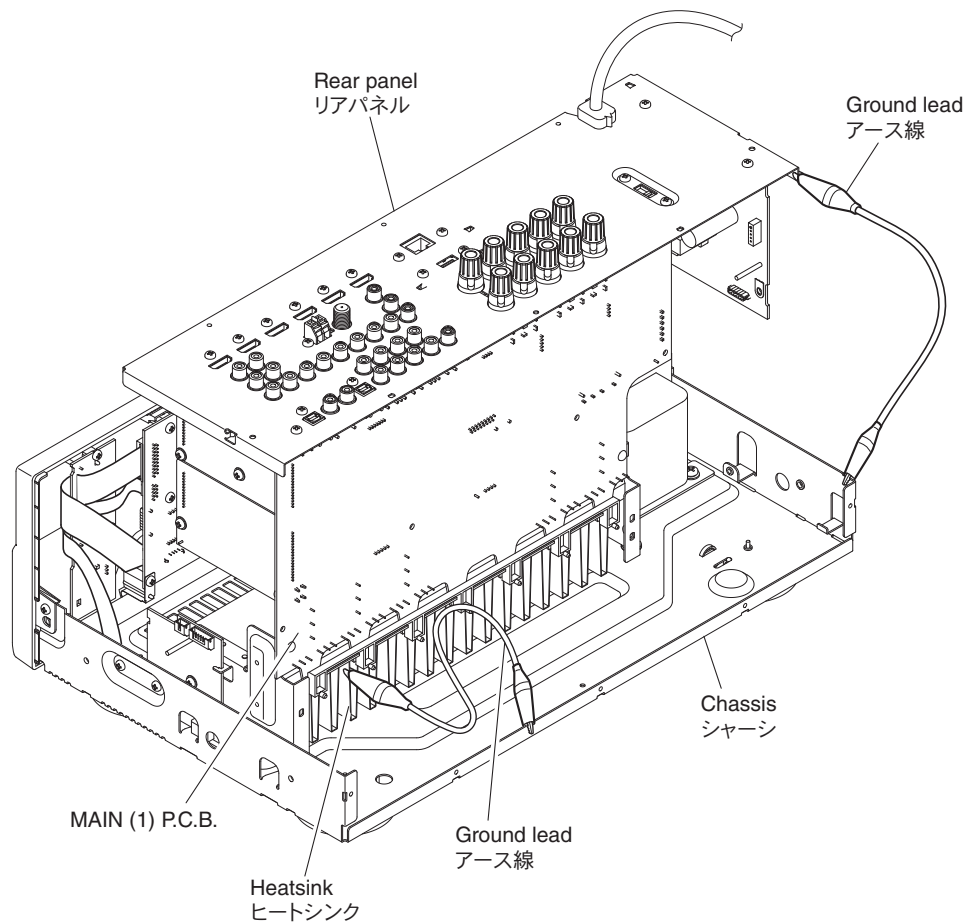

Fig. 4
- Place the P.C.B.s (with rear panel) upright. (Fig. 4)
- Connect the heatsink and rear panel to the chassis with a ground lead or the like. (Fig. 4)
- リアパネルと一緒に P.C.B. を立ち上げて置きます。(Fig. 4)
- ヒートシンク、リアパネルをリード線等でシャーシに接続してください。(Fig. 4)